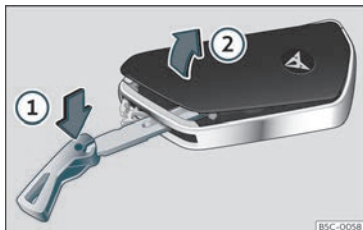

Fig. 76 Chiave del veicolo: aprire il coperchio del vano batteria.
- Introdurre lo spadino nella fessura >>> fig. 76, premendolo in direzione della freccia ① e sollevare il coperchio facendo leva ②.